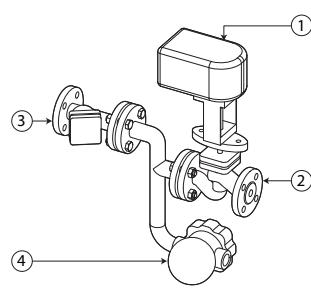

Fig. 4.n
- En cas de vannes de régulation avec raccords filetés, SAKV****U*, combinées à une kit optionnel, SAKR****U*, raccorder les adaptateurs à la vanne comme indiqué sur la figure 4.a.
- Raccorder l'actionneur SAKA***** ① à la vanne de régulation ②.